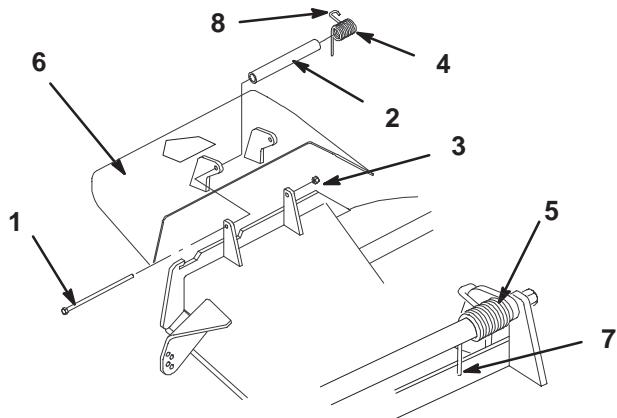

Figure 64
1. Enlevez le contre-écrou, le boulon, le ressort et l'entretoise qui fixent le déflecteur aux supports de pivot (Fig. 64). Enlevez le déflecteur s'il est endommagé ou usé.
Remarque : prenez soin de placer l'extrémité droite du ressort derrière le bord du plateau avant de mettre le boulon en place, comme indiqué à la Figure 64.
3. Remettez le boulon et l'écrou. Accrochez l'extrémité crochue du ressort au déflecteur d'herbe (Fig. 64).